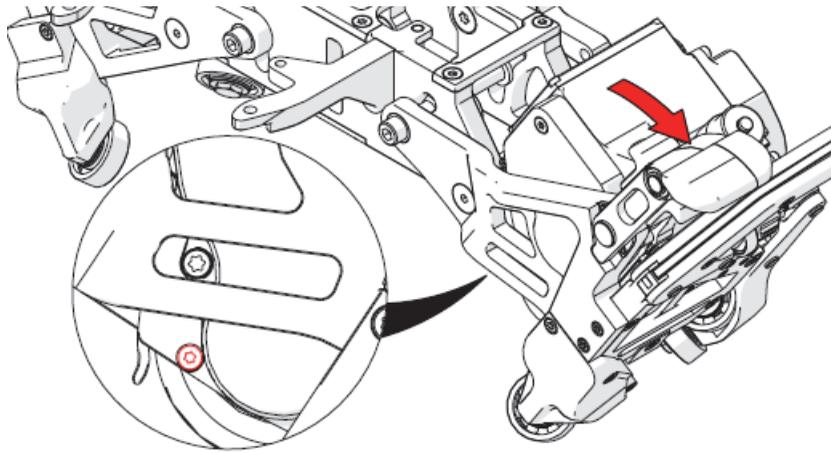

图2-5 从驱动轮护罩底部拆下Torx螺钉
3. 啮合电机啮合手柄，露出驱动轮护罩底部附近的Torx螺钉（参见第87页的图2-5）。